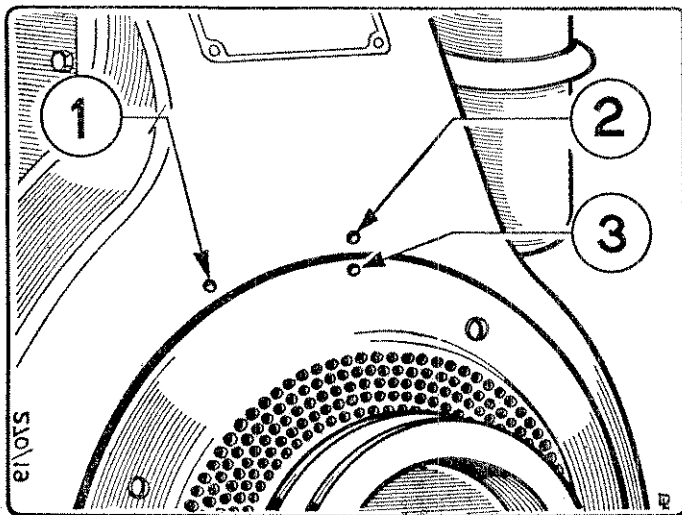

Fig. 11 - RIFERIMENTI DEL P.M.S. E DELL'INIZIO POMPATA
POSIZIONE DEL PUNTO MORTO SUPERIORE (Fig. 11)
c) Nell'istante in cui il pistoncino chiude il foro di alimentazione del cilindretto il combustibile cesserà di sgorgare. Questo è l'inizio della pompata e deve cadere nel punto indicato con I.P. (Fig. 11).